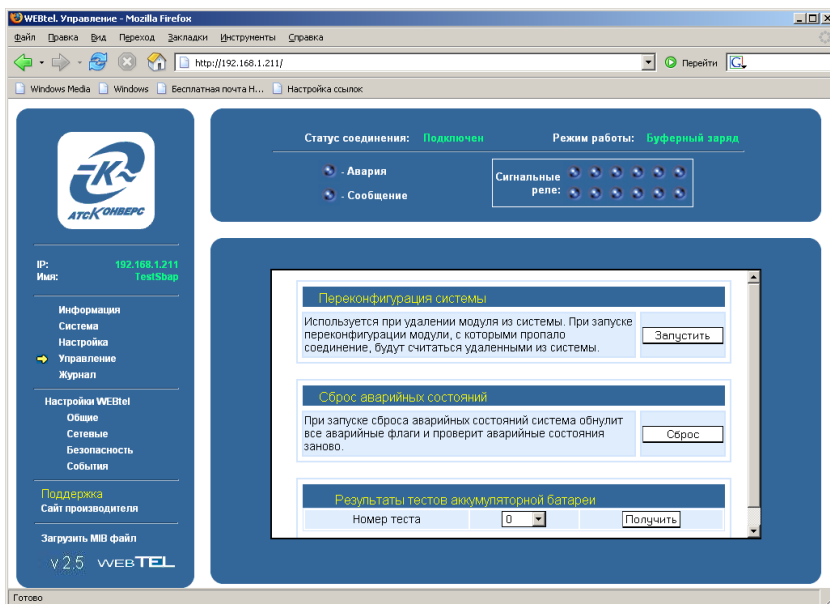

Рисунок 15 – Страница управления СБЭП
7.6.1 Вход на эту страницу (рисунок 15) защищен паролем аналогично п. 7.5.